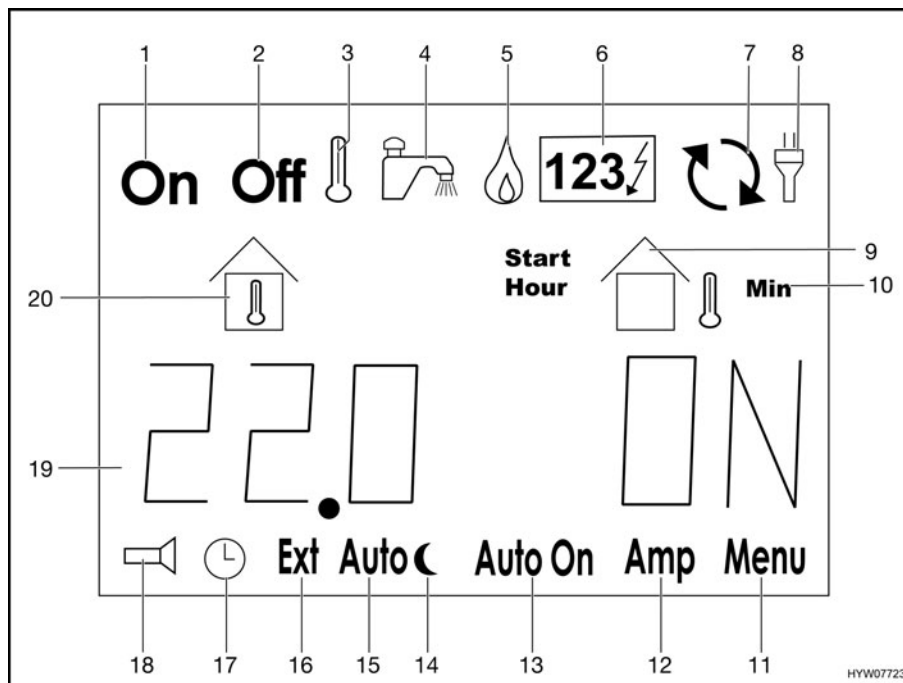

Fig. 106 Visualizaciones en el display LCD
En la línea de información (Fig. 106,19) se visualizan en forma de texto indicaciones de temperaturas, tiempos y estados de funcionamiento o también mensajes de error.
- Presionar la tecla "▷" (Fig. 105,4) hasta que el símbolo "🔥" (Fig. 106,5) parpadee.
- Presionar la tecla "▷" (Fig. 105,4) hasta que el símbolo "123V" (Fig. 106,6) parpadee.
- Pulsar la tecla "▷" (Fig. 105,4). El símbolo "Off" (Fig. 106,2) parpadea.
- Pulsar la tecla "+/On" (Fig. 105,3). El símbolo "On" (Fig. 106,1) parpadea. La calefacción arranca automáticamente.
- Pulsar la tecla "▷" (Fig. 105,4). El símbolo "On" (Fig. 106,1) parpadea.
- Pulsar la tecla "-/Off" (Fig. 105,5). El símbolo "Off" (Fig. 106,2) parpadea. La calefacción se desconecta.
- Presionar la tecla "▷" (Fig. 105,4) hasta que parpadee el símbolo "Menu" (Fig. 106,11).
- Cuando en la línea de información (Fig. 106,19) se visualice "OF", pulsar la tecla "▷" las veces que sean necesarias para que se visualice "PU".